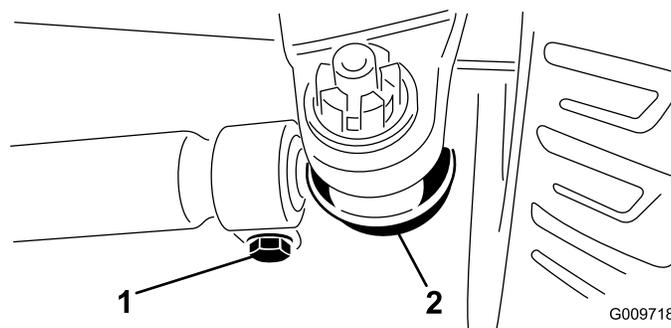

図 50
3. タイロッド両側のクランプをゆるめる 図 50。
2. 調整が必要な場合は、タイロッドのボールジョイントのコッターピンとナットを外す 図 50。次に、タイロッドのボールジョイントをアクスルケースのサポートから外す。